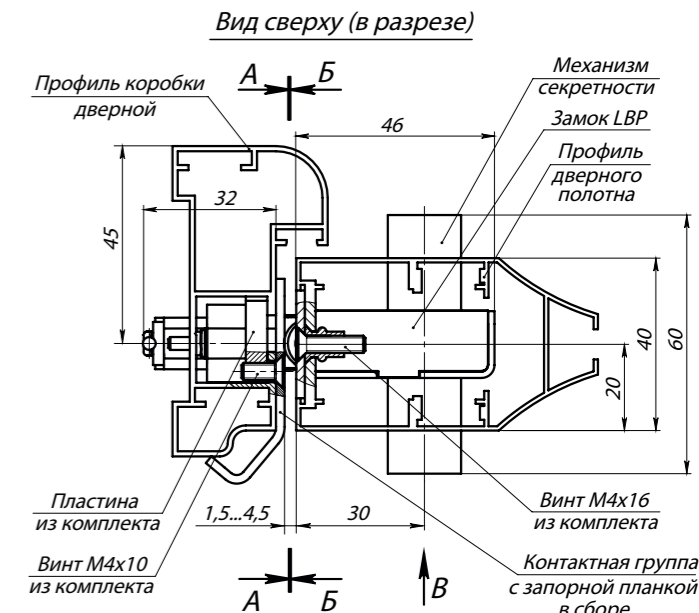

Рис. 2. Замок с контактной группой PERCo-BP1 в сборе (виды А, Б и В изображены на установочных шаблонах)
- профили дверного полотна Т34, Т53, Т81, Т85 и профиль дверной коробки Т72-14 (ООО «Петралюм»), или аналогичные им по своему сечению (см. рис. 2).
3. Для замка с запорной планкой PERCo-BP1. Установите замок (1) в заранее подготовленный паз в профиле дверного полотна и закрепите его двумя винтами M4x16 (5) из комплекта поставки (см. рис. 2).
5. Установите механизм секретности (11) и зафиксируйте его винтом (10) через отверстие в лицевой планке замка (длина винта 35 - 45 мм).
6. Установите декоративные накладки (13) и ручки (15) в соответствии с рекомендациями изготовителя. После установки ручки должны легко поворачиваться.
8. Для запорной планки PERCo-BP1. В профиль дверной коробки установите пластину из комплекта поставки и зафиксируйте ее винтом M4x10 (см. рис. 2). Установите вторую пластину аналогичным образом.
9. Соедините кабель управления с клеммами (8), установленными на контактной группе. Для этого обожмите концы кабеля в зажимы клемм.